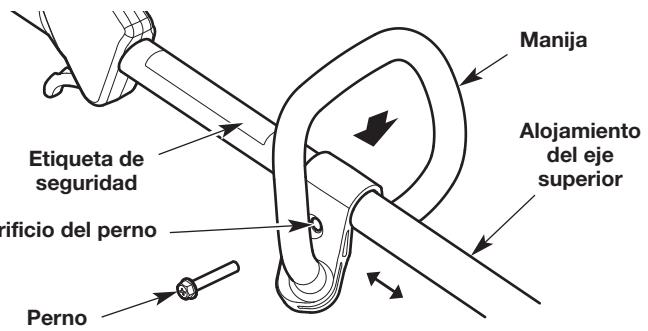

Fig. 5
- Oprima la manija hacia abajo sobre el alojamiento del eje superior (Fig. 5). Asegúrese de que el orificio del perno mire hacia la derecha (Fig. 5).
- Inserte el perno en el orificio del perno y oprímalo para que pase a través de él (Fig. 5). Ajuste el perno con un destornillador de cabeza plana, pero no lo ajuste completamente.
- Mantenga la unidad en la posición de funcionamiento (Fig. 13). Mueva la manija hacia arriba o abajo del alojamiento del eje superior hasta que esté en una posición cómoda (Fig. 5). Compruebe que la manija esté ubicada más allá del extremo de la etiqueta de seguridad (Fig. 5).
- Afloje el perno con un destornillador de cabeza plana (Fig. 5).